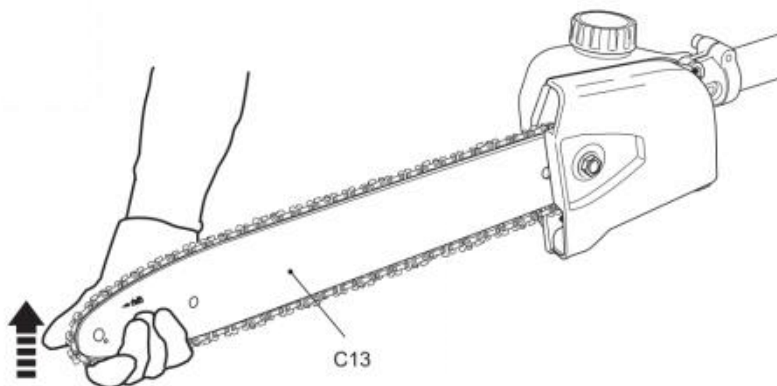

Fig. 13
- 2) Podnieś końcówkę prowadnicy (C13) i przytrzymaj ją w tej pozycji, regulując jednocześnie napięcie (rys. 13).